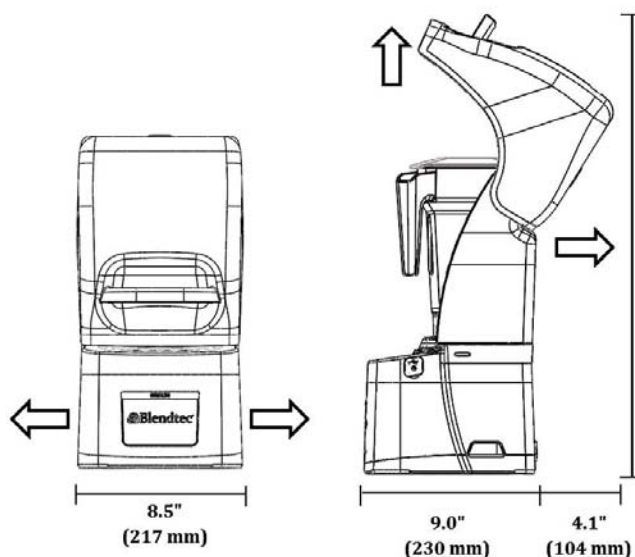

Рисунок 1. Габариты Stealth
- Убедитесь, что со всех сторон блендера достаточно места для использования звукопоглощающего кожуха (см. размеры на Рис. 1).
Примечание: Для встраивания блендера Stealth вы можете использовать то же гнездо, что и для предыдущего встроенного блендера Blendtec. При этом следует только учесть необходимость достаточного пространства для звукопоглощающего кожуха (см. размеры см. на Рис. 1).
- Убедитесь, что выбранное положение соответствует всем габаритным требованиям (см. Рис. 1 и 3).